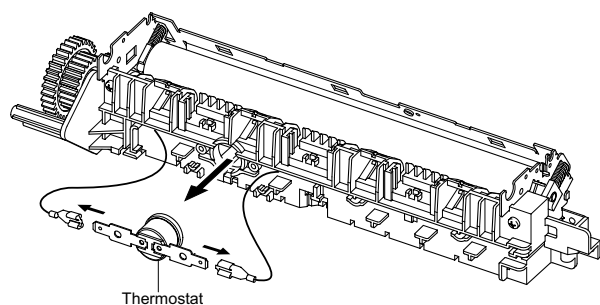

Рисунок 7
9. Выкрутите два винта, крепящие крышку термодеталей, и снимите ее, рисунок 7.